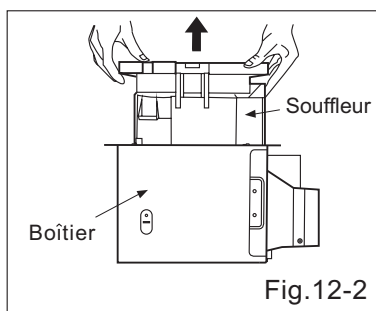

Fig.12-2
- Retirez le souffleur. (voir Fig.12-2)